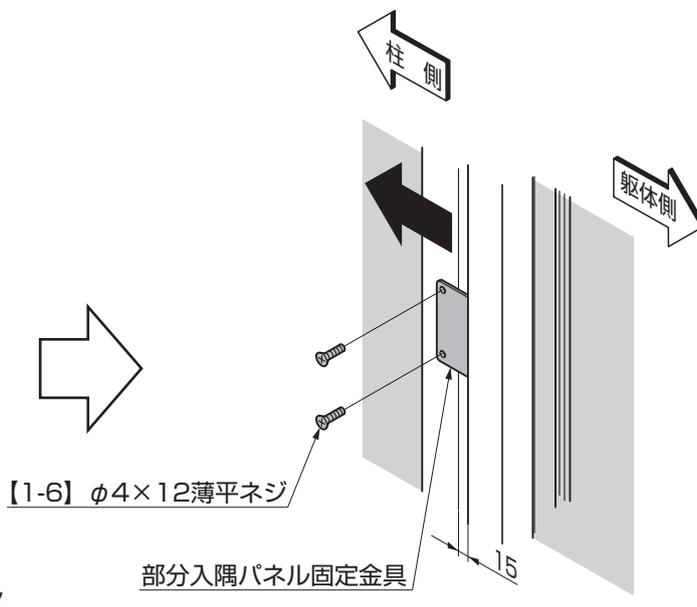

図6-4
- ④折戸パネルを合わせて並べて、部分入隅パネル固定金具をパネル落とし棒付に【1-6】で取付けてください。(図6-4参照)